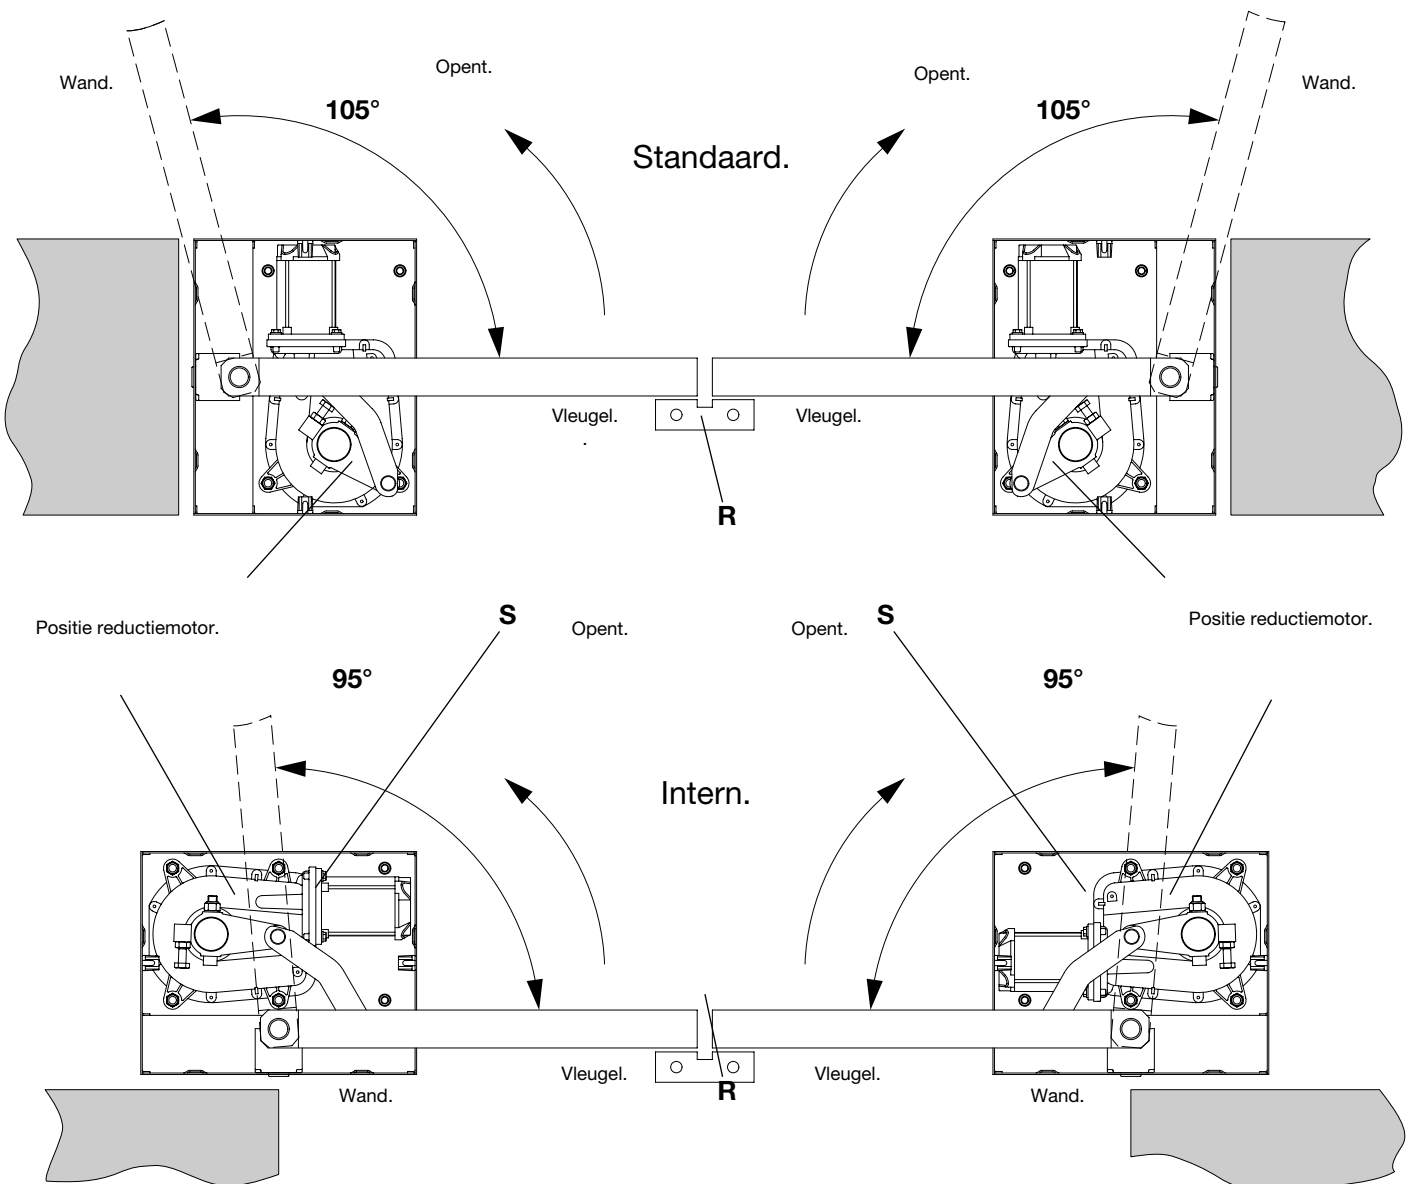

Fig.3
- 2 Bevestig de reductiemotor aan de kast met 4 van de 6 bouten en zelfborgende moeren, die op de kast aanwezig zijn, afhankelijk van de montage (zie Fig. 3).